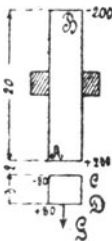

Fig. 46.
**127.** Ein Stabmagnet von 20 [30] (40) cm Länge, dessen Enden je 200 [800] (1000) (c, g, s) Einheiten magnetischer, entgegengesetzter Mengen enthalten, ist in vertikaler Lage festgeklemmt. In derselben Vertikalen wird ein Magnet von 3 [4] (5) cm Länge, dessen Enden die magnetischen Mengen  $\pm 80$  [100] (200) (c, g, s) besitzen, in einem Abstand von 2 [1,5] (0,8) cm schwebend erhalten. Wie groß ist das Gewicht des unteren Magneten? (Fig. 46.)